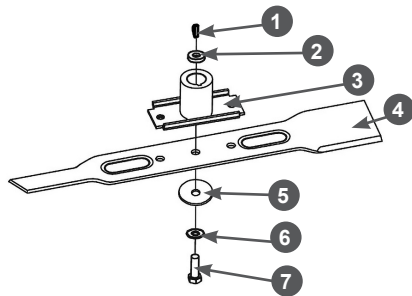

Рис. 27 Установка ножа
2. С помощью соответствующего инструмента открутите болт 7 крепления ножа и снимите нож (Рис. 27).
3. Снимите с вала двигателя адаптер 3 ножа и втулку 2 адаптера (Рис. 27).
4. Убедитесь в том, что шпонка 1 адаптера на месте и не имеет поврежденный (Рис. 27). Во избежание утери шпонки во время заточки ножа или других работ по обслуживанию газонокосилки извлеките шпонку из шпоночного паза и уберите в надёжное место.
- Установите все детали на место в порядке, обратном снятию. Схема установки показана на Рис. 27. 8. Зафиксируйте нож от проворачивания и надёжно затяните болт 7 крепления ножа (Рис. 27).